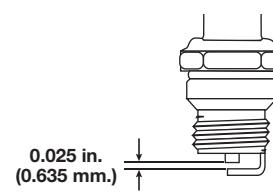

Fig. 34
- Cambie las bujías que estén rajadas, sucias o deterioradas. Fije la separación de aire a **0,635 mm (0,025 pulgadas)** utilizando un calibrador (Fig. 34).